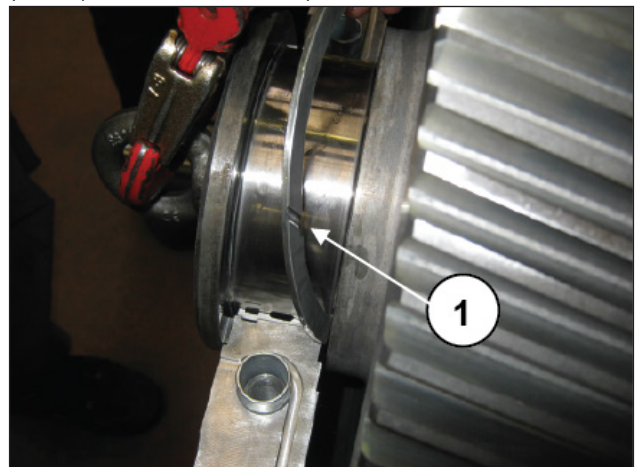
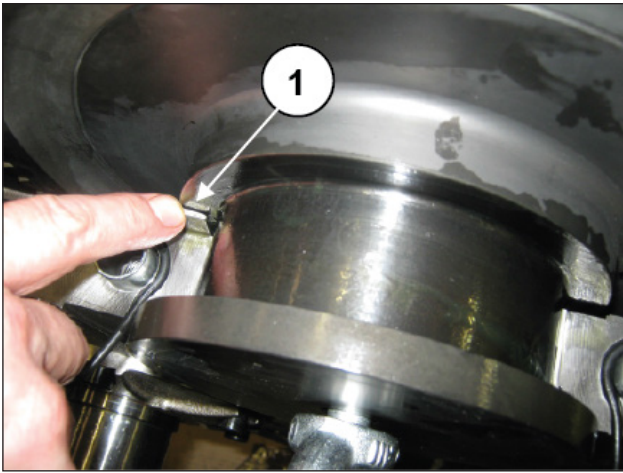
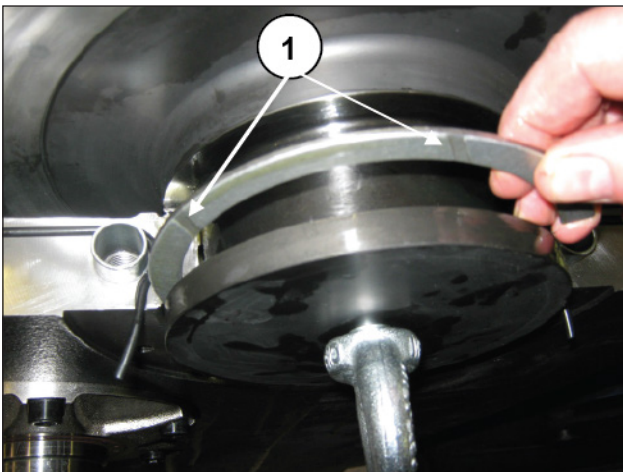

Abb. 99
Abb. 100
Abb. 101
Fügen Sie die zwei axialen Bund-Halbringe der Kurbelwelle ein (Pos. ①, Abb. 99 und Abb. 100).
Bei der Montage der Bund-Halbringe müssen Sie beachten, die Auslässe der Ebene Richtung Innen- und Außenbünde der Kurbelwellen zu positionieren (Pos. ①, Abb. 99 und Abb. 101).